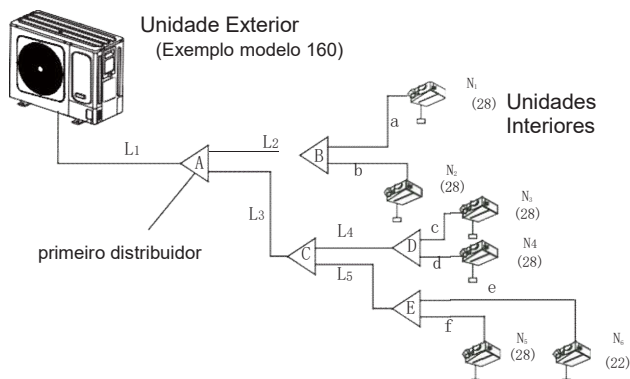

Fig. 4-5
- Exemplo: Na Fig.4-5, a capacidade total de escoamento do tubo L2 é de 28×2'56, portanto, ou seja, de acordo com a Tabela 4.4, o diâmetro gás/líquido do L2 será de $\Phi 15.9$ (5/8") / $\Phi 9.5$ (3/8").
- Tubo principal (ver Fig.4-5 e Tabela 4-4)